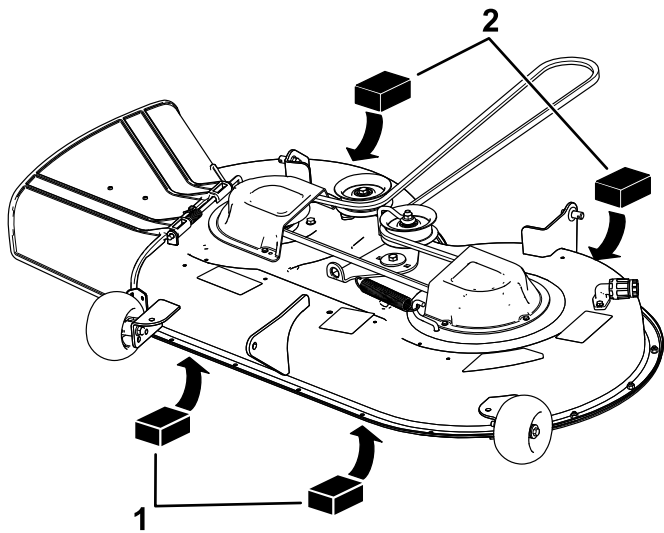

Figura 61
4. Coloque dos bloques de 6.6 cm (2⁵/₈" de grosor debajo de cada lado del borde delantero de la carcasa, pero no debajo de los soportes de los rodillos protectores del césped (Figura 61).
5. Coloque dos bloques de 7.3 cm (2⁷/₈" de grosor debajo del borde trasero del faldón de la carcasa de corte, uno en cada lado de la carcasa de corte (Figura 61).